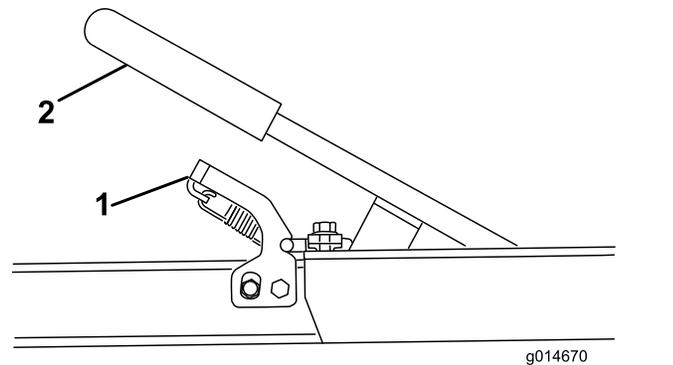

**Figura 10**
3. Coloque una rueda en cada eje y sujétela con un clip de rueda (Figura 10).